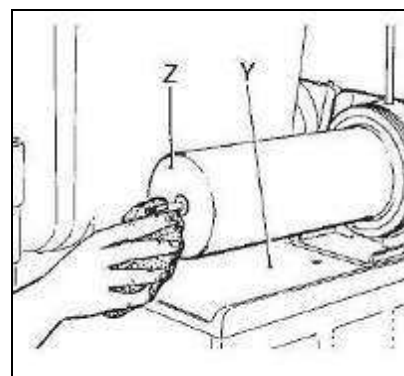

Fig. 19
- Lavare accuratamente l'evaporatore Z ed il piano raccogli condensa Y con una spugna imbevuta di acqua pulita, rimuovendo ogni residuo di prodotto (vedi fig.19).